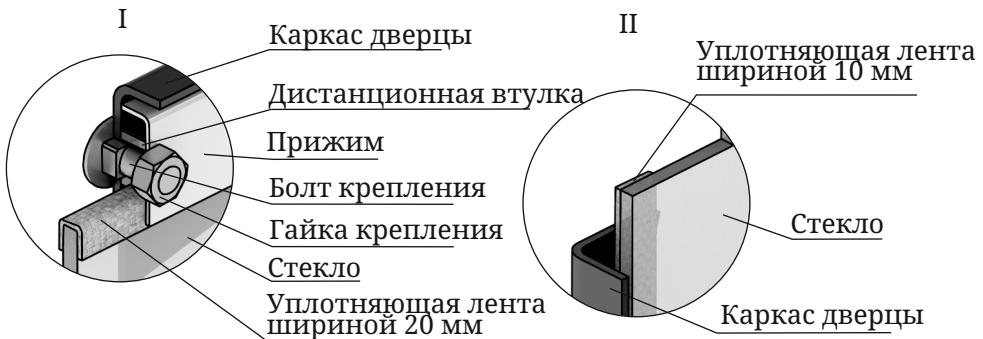

Рисунок 12. Крепление светорозрачного экрана
1. Открутите две гайки, фиксирующие прижим (рисунок 12.I), и демонтируйте его и дистанционные втулки.
(рисунок 12.I), лента
(рисунок 12.II).
4. Вставить стекло в упор, при этом лента наклеенная с боковых сторон (вертикальная) должна быть зажата между стеклом и каркасом дверцы (рисунок 12.II).